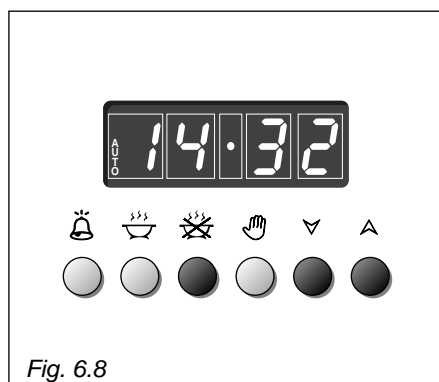

Fig. 6.8
2° MÉTODO: Programación del tiempo de cocción (Fig. 6.8)
- Establecer la hora de fin de cocción presionando el pulsador  y luego el pulsador  para avanzar, o  para retrocedersi se pasó el tiempo deseado Fig. 6.8).